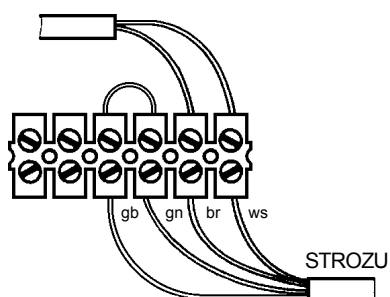
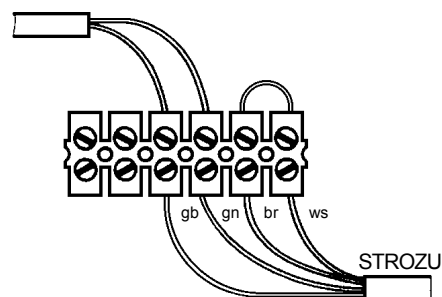

Fig. 11
Fig. 12
- Mehrere Elemente können auf den leeren Klemmen angeschlossen werden. Durch Brücken mit der STROZU verbinden. Fig. 11, Fig. 12